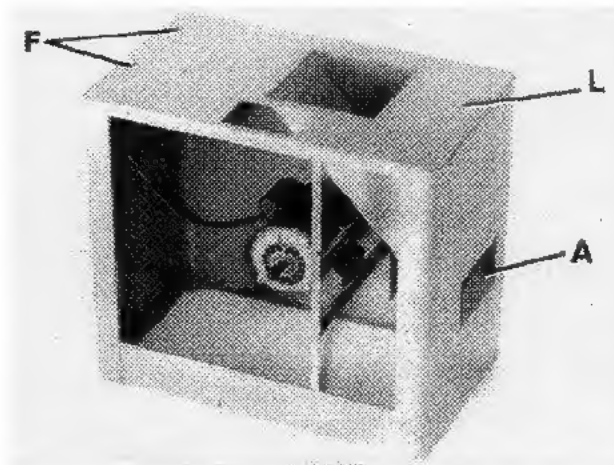
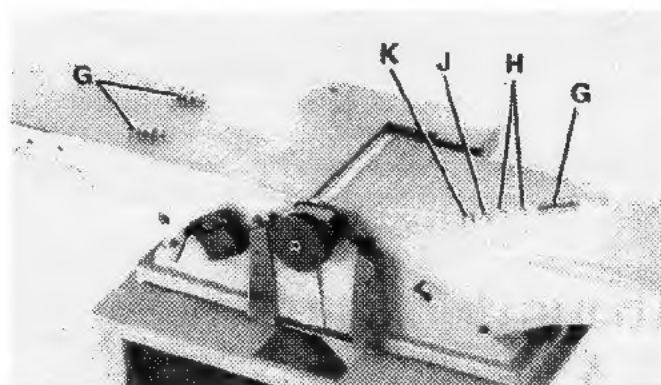

FIGURE 2
FIGURE 3
1. La table de sortie sera installée sur le côté de la sortie de poussière (A) Fig. 2 du support fermé.
2. Déverrouillez le Bouton de verrouillage du panneau arrière (à l'arrière du support fermé), retirez le panneau arrière du support fermé en le soulevant. La figure 2 illustre le support fermé avec le panneau arrière retiré.
3. Alignez le trois trous (F) et (L) Fig. 2, sur le haut du support fermé avec les trois trous sous la base de la dégauchisseuse et fixez ensemble en utilisant trois boulons hex. (G) Fig. 3 3/8 - 16 x 2" de long, six rondelles (H), trois rondelles à ressort (J), et trois écrous hex. (K). **AVERTISSEMENT: LA DÉGAUCHISSEUSE EST TRÈS LOURDE. UN MINIMUM DE DEUX PERSONNES EST NÉCESSAIRE POUR SOULEVER LA MACHINE. IMPORTANT:** Les boulons de fixation des trous (F) devraient être insérés dans la base. Le boulon de fixation du trou (L) devraient être insérés de l'intérieur du support fermé.